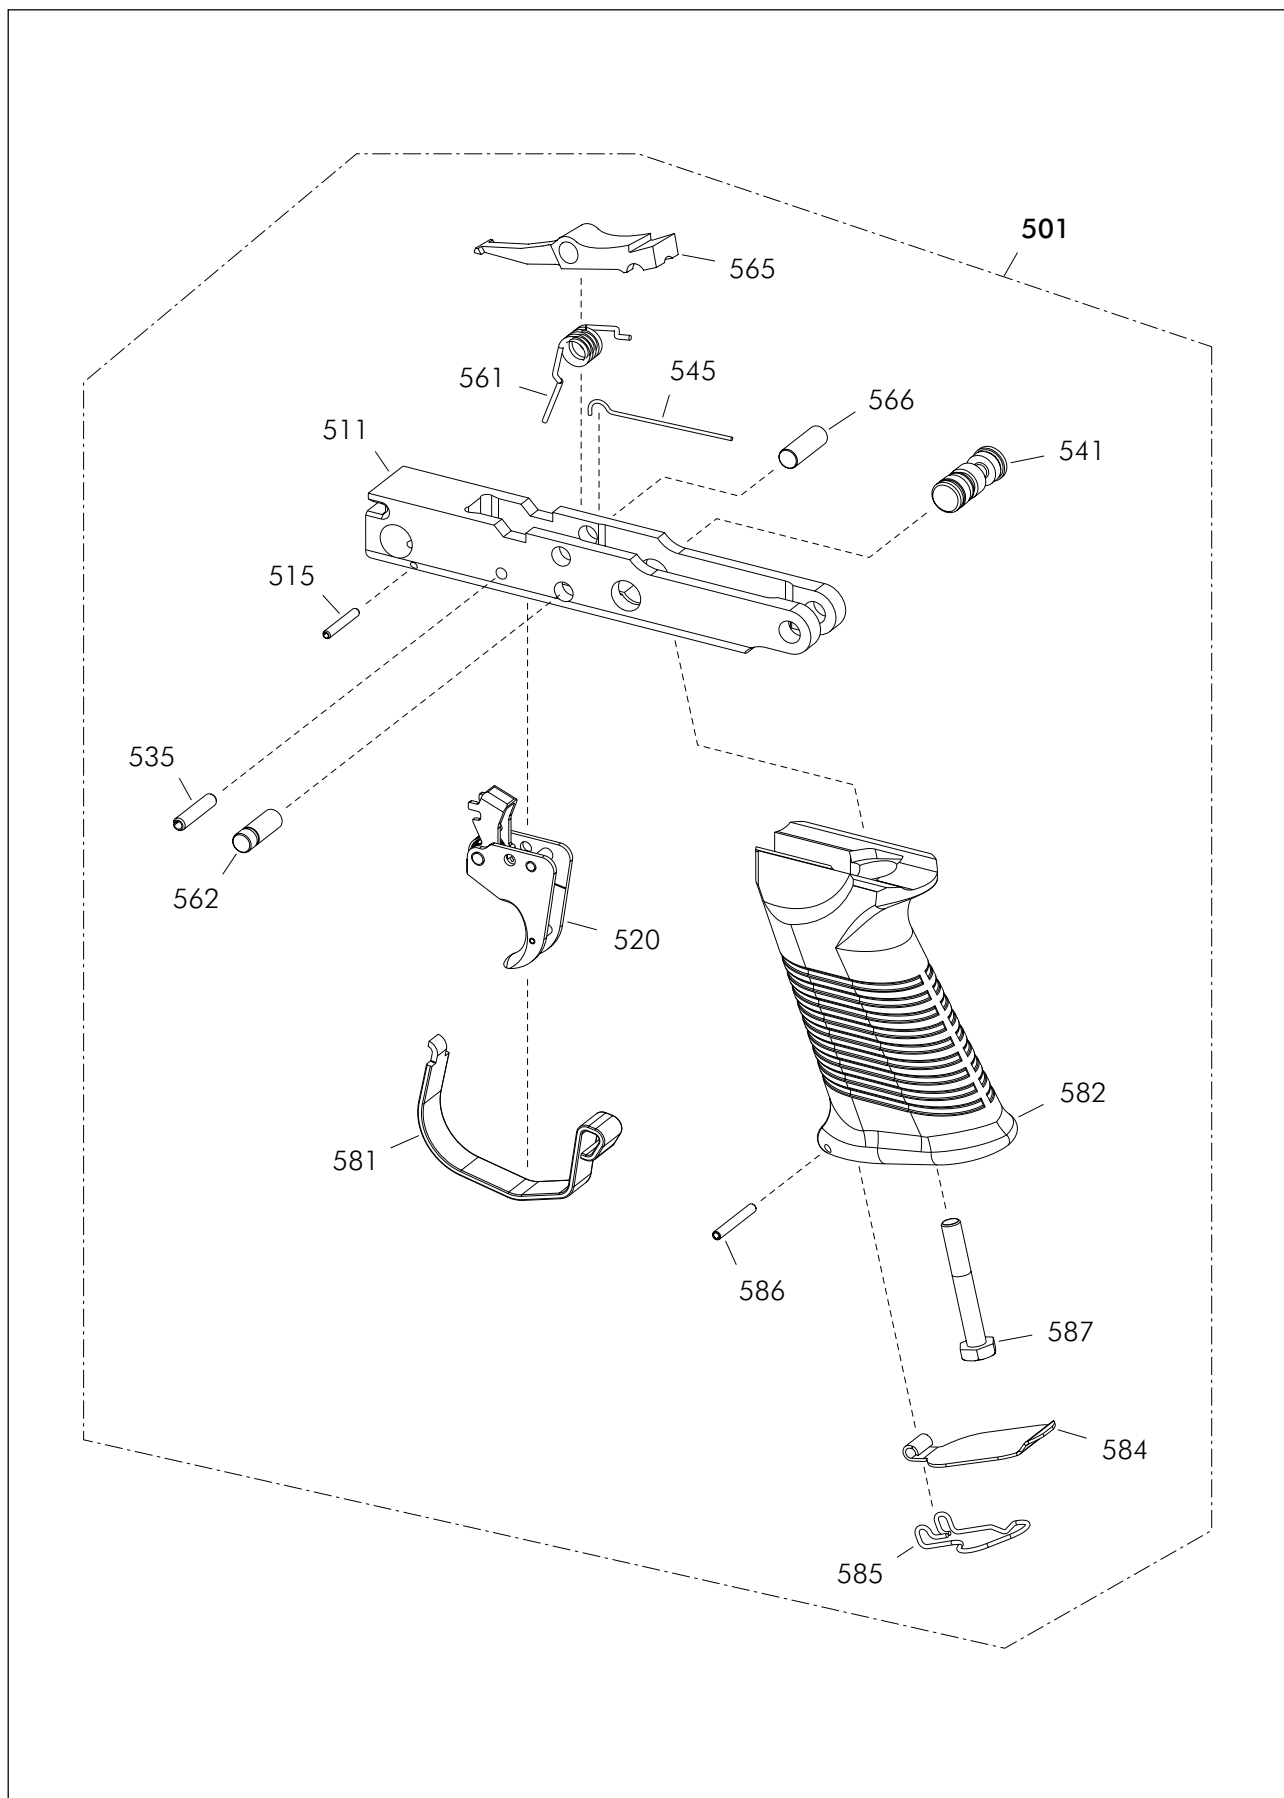

Fig. 3.g - Grupo disparador [6]
3.6. GRUPO DISPARADOR [6] (Fig. 3.g)